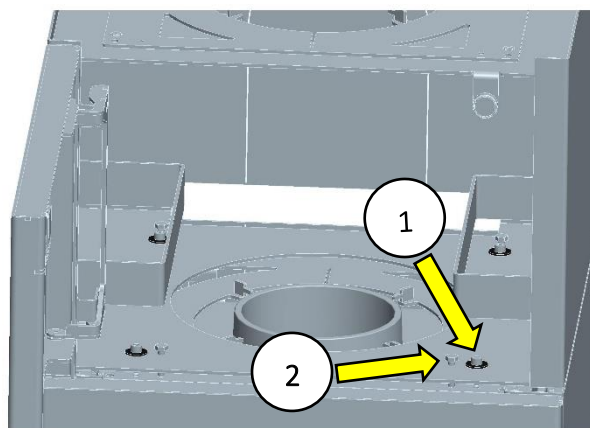

Fig. 8: Mettre le module accumulateur de chaleur
2. Placer le module accumulateur de chaleur sur le corps du poêle (Fig. 8). Visser les quatre vis M6 avec les rondelles en U dans les trous extérieurs – ne pas serrer pour le moment (Fig. 8 Pos.1). Visser les 4 vis Allen dans les filetages adjacents, elles peuvent être utilisées pour régler la hauteur du module accumulateur de chaleur (Fig. 8 Pos.2).
3. Lorsque le module accumulateur de chaleur est aligné (tenir compte de l'interstice), les 4 vis à tête hexagonale M6 (Fig. 8 Pos.1) peuvent être serrés.